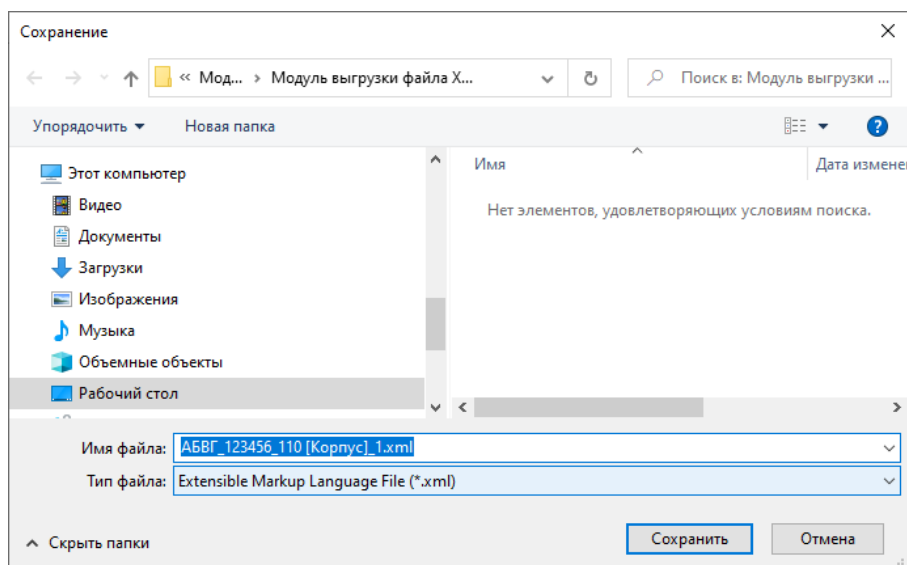

Рисунок 5 – Диалог выгрузки файла в формате XML
4. Нажмите кнопку «ОК» (рисунок 5) и укажите на локальном диске компьютера место для сохранения файла в формате XML.